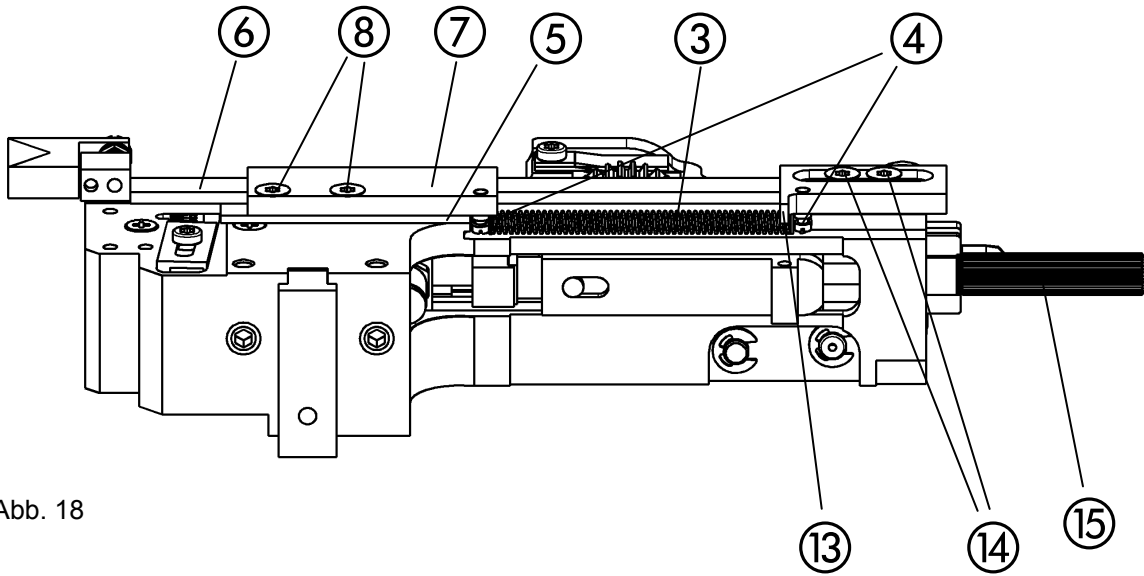

Abb. 18
- Abb. 18 -
- Zugfeder ③ in die beiden Federbolzen ④ einhängen.
- Distanzplatte ⑤ an Heftkopf anlegen.
- Nutschraube ⑩ seitlich in die Klischerkastenaufnahme einführen.
- Reiter ⑨ mit Langloch auf Nutschraube fixieren und mittels Klemm-Mutter ⑪ leicht anziehen.
- Den kompletten Reiter ⑨ gegen den Klischerkasten schieben.
- Mit Hilfe des M5- Gewindestifts ⑫ das Prisma des Reiters zur Klischerkastenmitte ausrichten.
- Klemm-Mutter ⑪ festziehen.
- Abb. 18, Abb.18a, Abb. 19 -